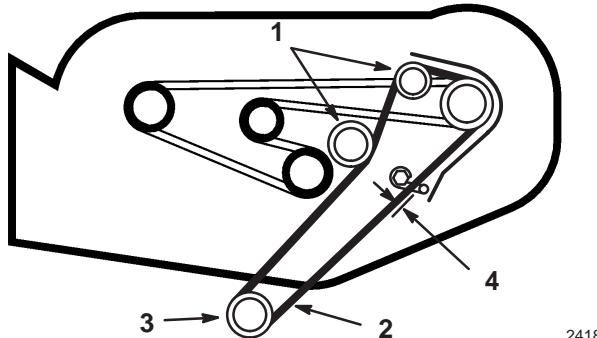

Abbildung 11
9. Den Antriebsriemen ziehen und auf die Motorscheibe drehen (Abb. 11).
10. Die Riemenführung so einstellen, daß der Abstand zwischen Riemen und Führung 4 mm (1/8") beträgt (Abb. 11).